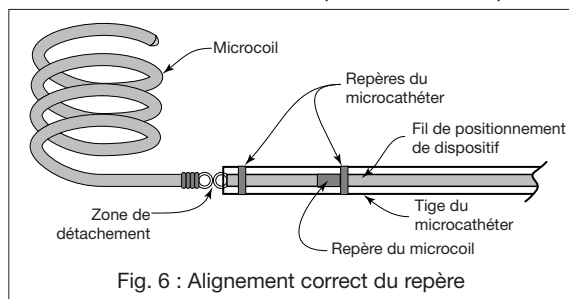

Fig. 6 : Alignement correct du repère
1. L'alignement correct des repères est illustré à la figure 6. Le microcathéter de perfusion dispose de deux repères distaux situés à trois (3) cm de distance. Le système de microcoil possède un repère distal à trois (3) cm du mécanisme de détachement. Pour obtenir un positionnement correct du système de microcoil pour le détachement sous contrôle radioscopique, aligner le repère radio-opaque sur le fil DPU juste au-delà du repère proximal sur l'extrémité du microcathéter.
1. À l'aide de la fluoroscopie, revérifier la position du microcoil à l'intérieur de l'anévrisme et sa position par rapport à la zone de détachement, comme indiqué dans la figure 6. Le système de microcoil est alors prêt pour le détachement.
6. Une fois le témoin éteint et la tonalité arrêtée, le détachement du microcoil par rapport au fil DPU doit être vérifié par voie radioscopique en tirant délicatement le fil DPU vers l'arrière d'un (1) mm. Observer si le microcoil s'est détaché.